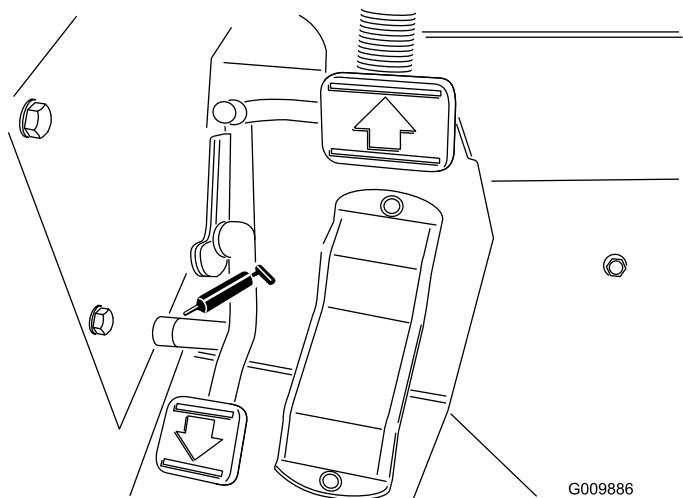

Figure 41
- Pivot de verrou (3) (Figure 41)